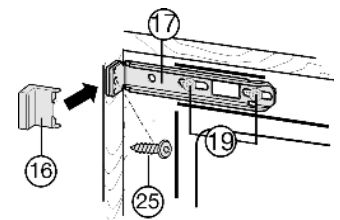

Fig. 17
- ▶ Skruerne *Fig. 17 (19)* løsnes en smule.
- ▶ Den øvremontagevinkel *Fig. 17 (17)* skrues fast med spånpladeskrue *Fig. 17 (25)* $\varnothing 4 \times 19$ til møbelvæggen.
- ▶ Knæk den fremspringende ende af afdækningen *Fig. 17 (16)* af.
- ▶ Spænd *Fig. 17 (19)* skruerne.
- ▶ Sæt afdækningen *Fig. 17 (16)* på.